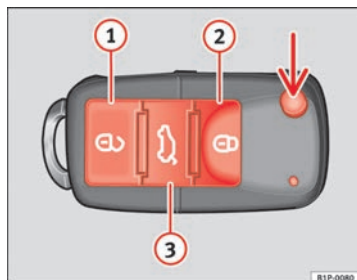

Abb. 42 Tastenbelegung Funkschlüssel
Mit der Taste $\Rightarrow$ Abb. 42 (Pfeil) der Funk-Fernbedienung wird der Schlüsselbart ausgeklappt.
Fahrzeug entriegeln $\Rightarrow$ Abb. 42 ①.
Fahrzeug verriegeln $\Rightarrow$ Abb. 42 ②.
Heckklappe entriegeln. Die Taste $\Rightarrow$ Abb. 42 ③ betätigen, bis alle Blinkleuchten am Fahrzeug kurz aufleuchten. Nach Drücken der Entriegelungstaste $\Rightarrow$ Abb. 42 ③ können Sie die Heckklappe innerhalb von 2 Minuten öffnen. Nach Ablauf dieser Zeit wird die Heckklappe wieder verriegelt.
- Drücken Sie die Taste  ② ⇒ Seite 79, Abb. 42 auf der Funk-Fernbedienung.
- Drücken Sie die Taste  ① ⇒ Seite 79, Abb. 42 auf der Funk-Fernbedienung.